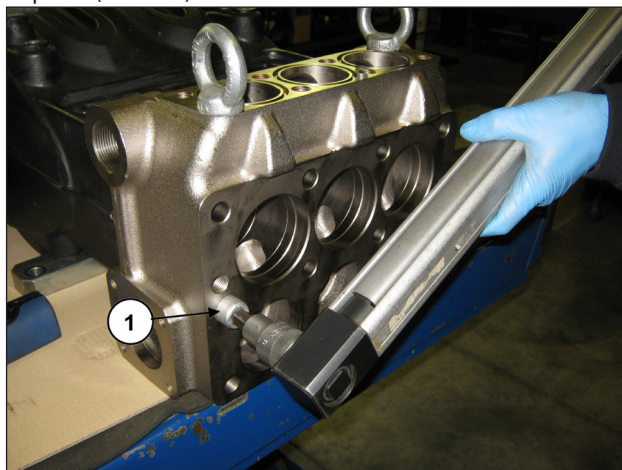
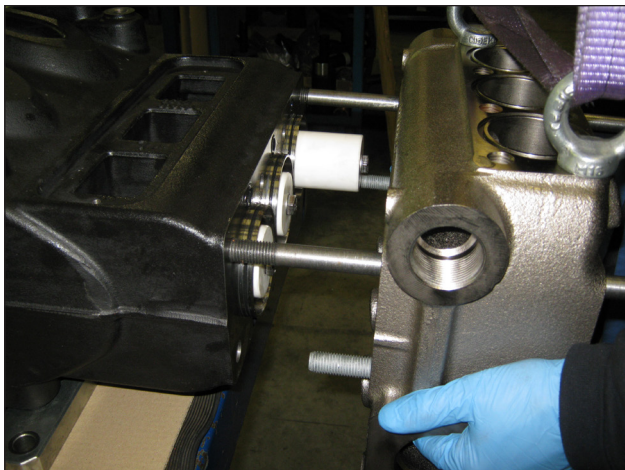

Рис. 114
Рис. 115
Теперь можно снять торец с картера насоса, открутив 2 винтов M16x180 (поз. ①, Рис. 114). В ходе демонтажа торца следите за тем, чтобы не задеть поршни (Рис. 115).